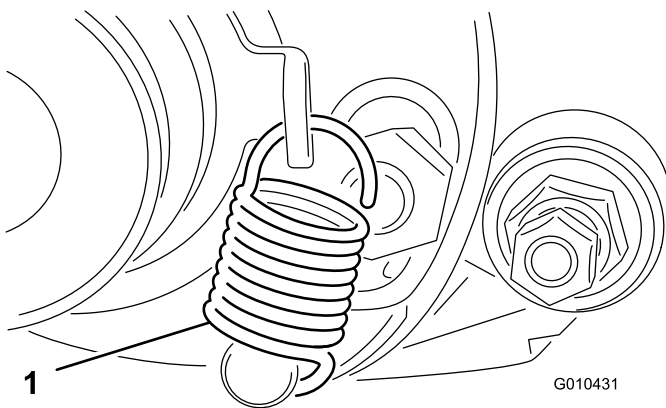

Figure 17
1. Tournez la poulie de tension jusqu'à ce qu'il soit possible d'accrocher le ressort d'extension dans le trou du support de la poulie et sur le goujon, comme montré à la Figure 17.